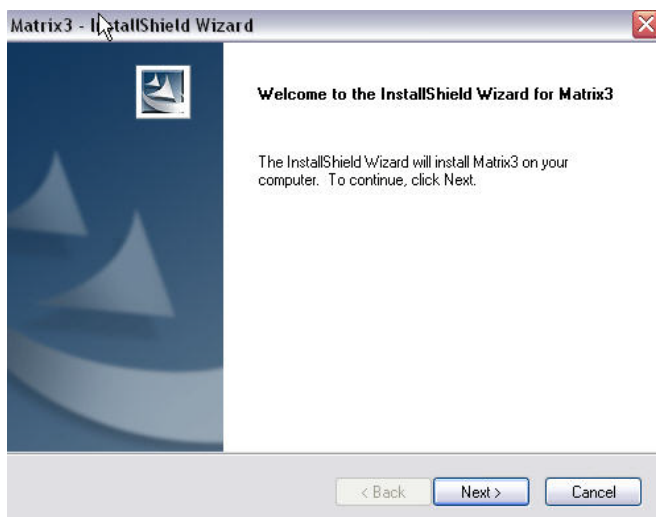

FIG. 7
7. Cliquez sur "NEXT" (Suivant) pour continuer l'installation du logiciel et aller jusqu'au "InstallShield Wizard" (Assistant d'installation) de Matrix3 (FIG. 7). Cliquez sur le bouton "BACK" (Précédent) pour revenir à un écran d'installation précédent ou "CANCEL" (Annuler) pour annuler l'installation du logiciel.
8. Cliquez sur "NEXT" (Suivant). L'"InstallShield Wizard" (Assistant d'installation) de Matrix3 commence l'installation (FIG. 7).